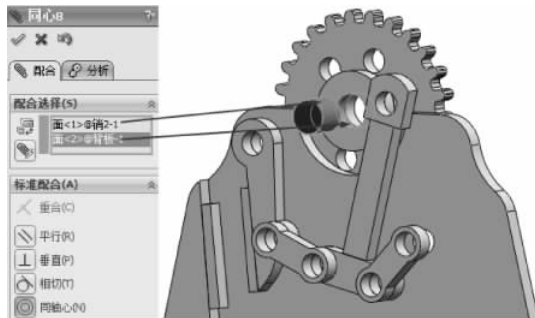

图 3-151 同轴心配合
(14) 选择【标准配合】选项组下的【同轴心】配合类型 , 在【要配合的实体】选择框  中选择如图 3-151 所示的面, 其他保持默认, 单击【确定】按钮 , 完成同轴心配合。